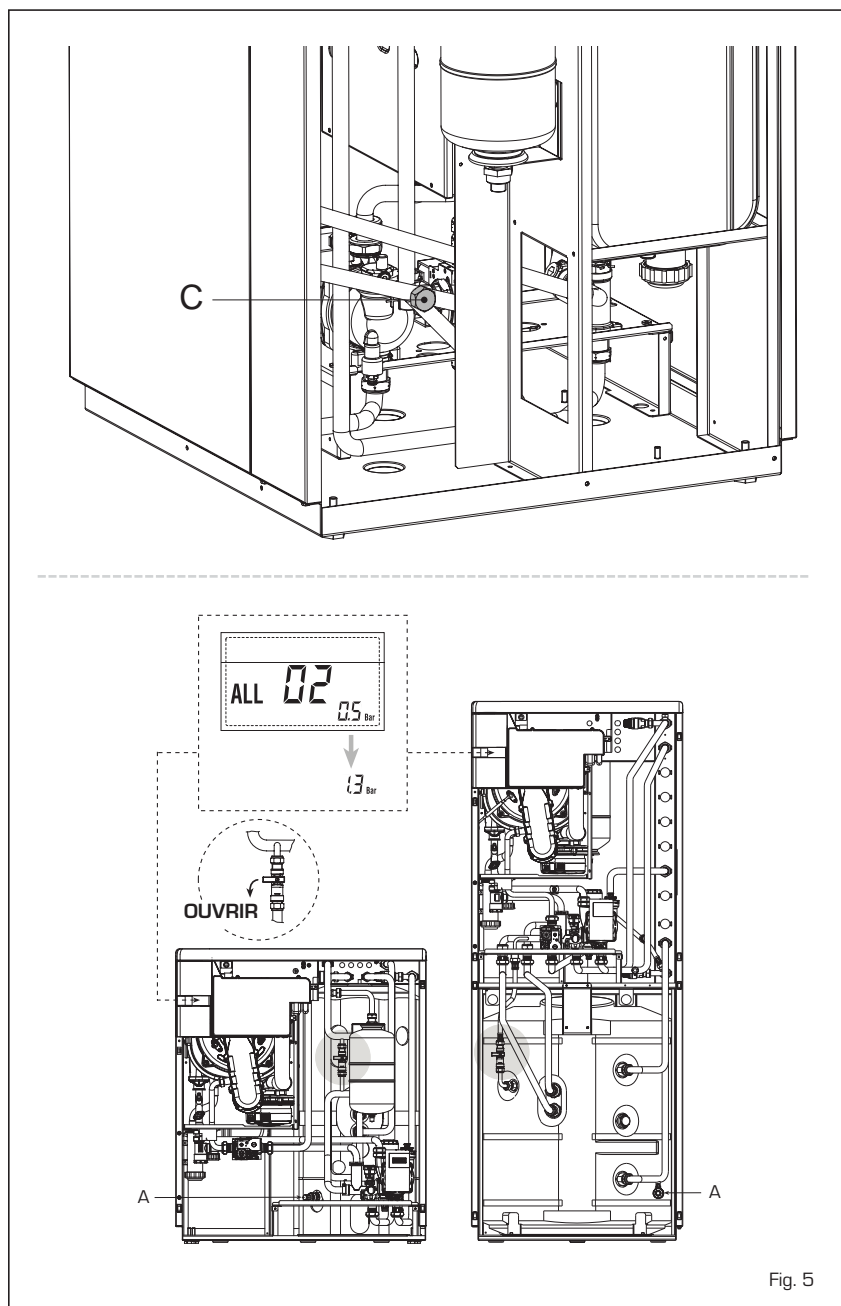

Fig. 5
2.4 REMPLISSAGE INSTALLATION (fig. 5)
2.4.1 Vidange du bouilloire (fig. 5)